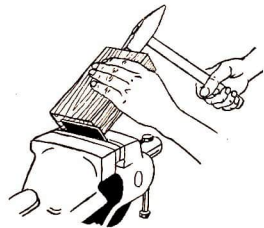
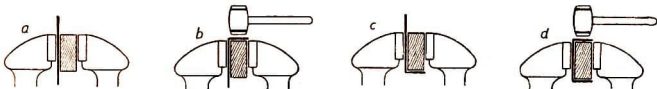

Bild 14
Bild 15 Arbeitsgänge beim Biegen eines U-Profiles
11. Warum muß für die Biegearbeit in Bild 14 eine Beilage und für die Biegearbeit in Bild 15 ein Holzklötz verwendet werden?